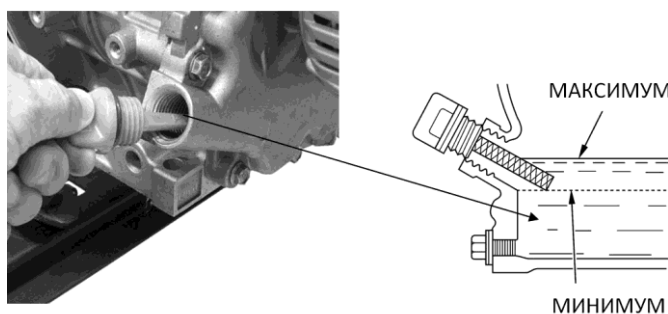

Рисунок 5 – Проверка уровня масла в картере двигателя
5.2.2. Если уровень не соответствует нужной отметке, долейте масла до края заливной горловины (рис.5)